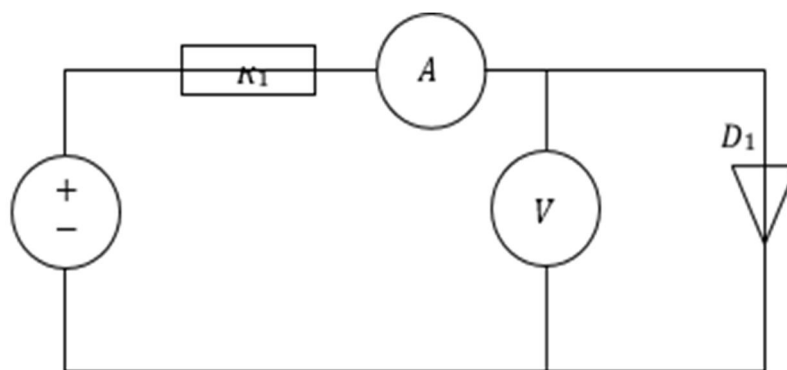

Рисунок 6.2 – Схема исследования прямой ветви ВАХ диодов
2. Собрать схему для снятия прямой ветви ВАХ диодов с шунтирующим сопротивлением  $R_1 = 620 \text{ Ом}$  (рис. 6.2). Обратить внимание, что вольтметр подключен после амперметра, и на его показания не влияет падение напряжения на амперметре, которое соизмеримо с прямым падением напряжения на диоде. В то же время ток через вольтметр несоизмеримо мал с прямым током диода и не вносит заметной погрешности в показания амперметра.